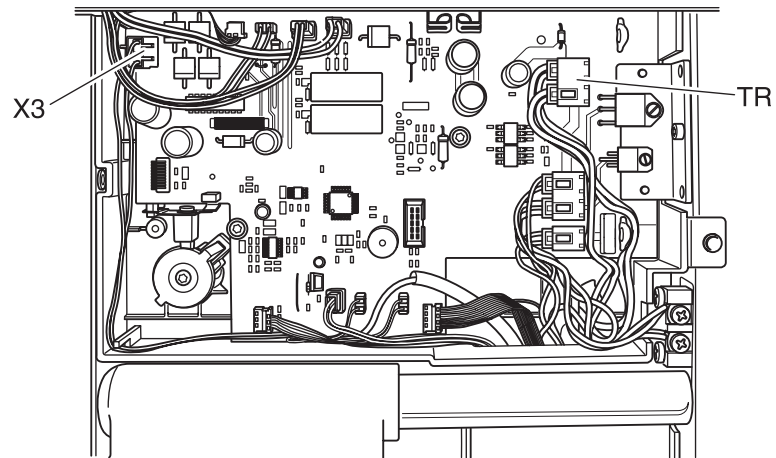

Fig. 24b
- Die in Fig. 24b markierten Steckverbinder von der Leiterplatte abziehen.